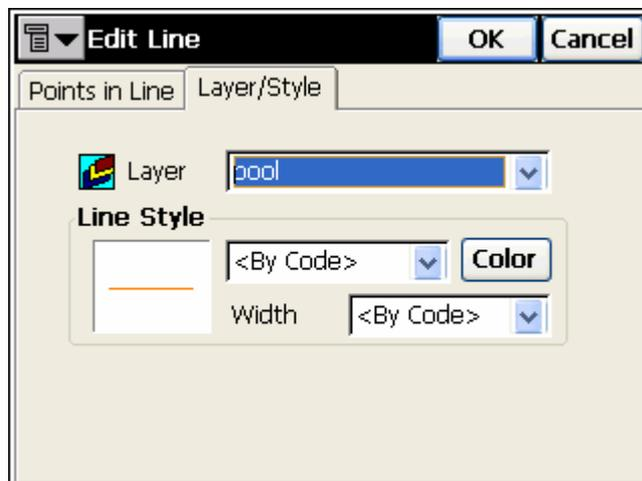

Рисунок 4-44. Редактировать стиль точки/линии
3. После этого добавьте приемник: в правой части окна нажмите кнопку **Add (Добавить)** и в диалоговом окне **Receiver Name (Приемник)** (рис. 4-44) введите название приемника, после чего нажмите **ОК**.